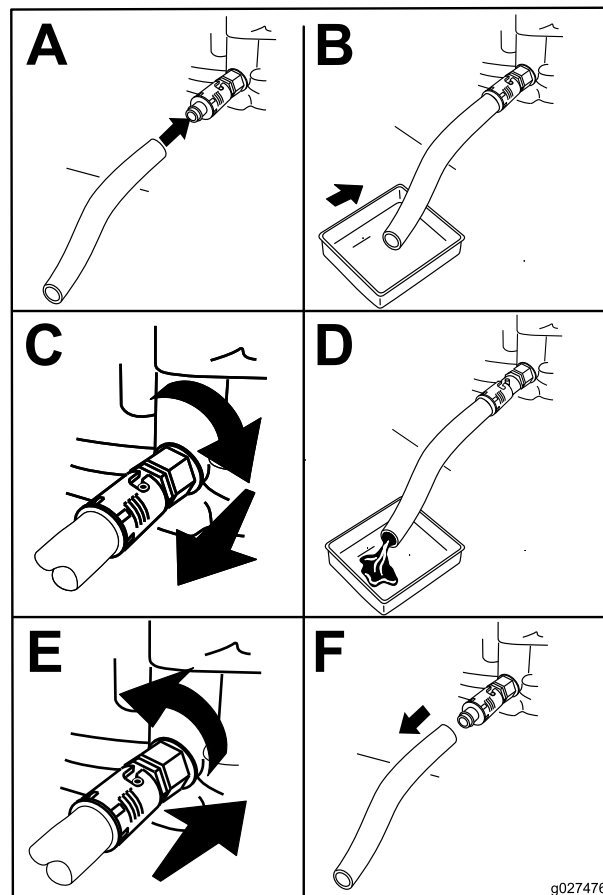

Figura 17
4. Spurgare l'olio dal motore (Figura 17).